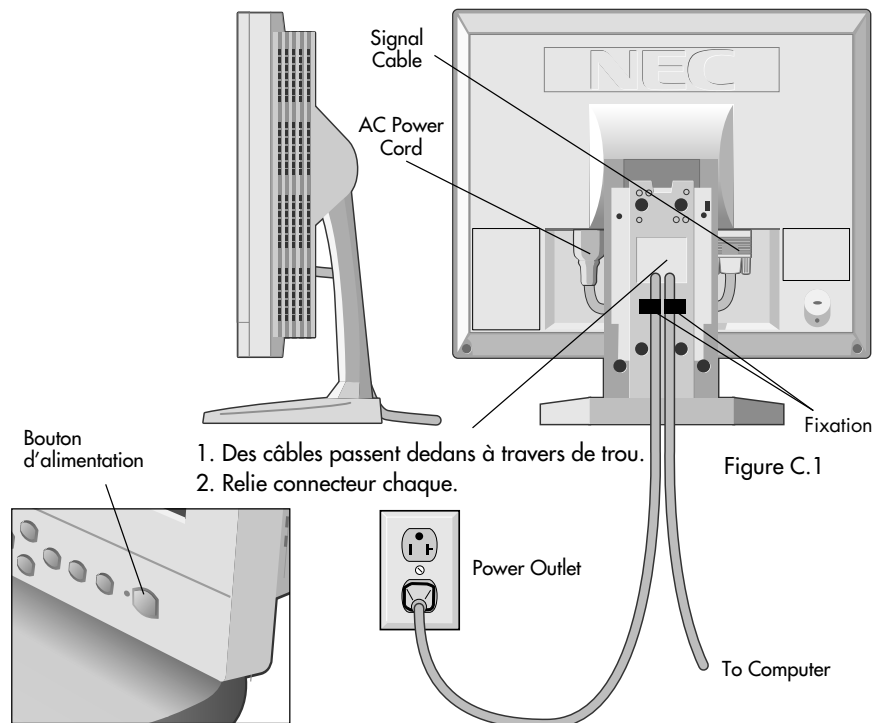

Figure C.1
3. Retirez le cache-connecteurs au dos du moniteur. Remplace le cache-connecteurs. Branchez le mini-connecteur D-SUB à 15 broches de câble vidéo et le câble de l'adaptateur CA aux connecteurs appropriés à l'arrière du moniteur (**Figure C.1**). Branchez le câble vidéo sous l'attache A Branchez le câble de l'adaptateur CA sous l'attache B. (**Figure C.1**)
4. Connectez une extrémité du câble d'alimentation sur l'adaptateur CA et l'autre extrémité sur la prise de secteur. Faites glisser le câble à signal vidéo et le câble d'alimentation électrique ca dans les fixations (**Figure C.1**). Remplace connecteur étui et étui câble. (**Figure E.1**)